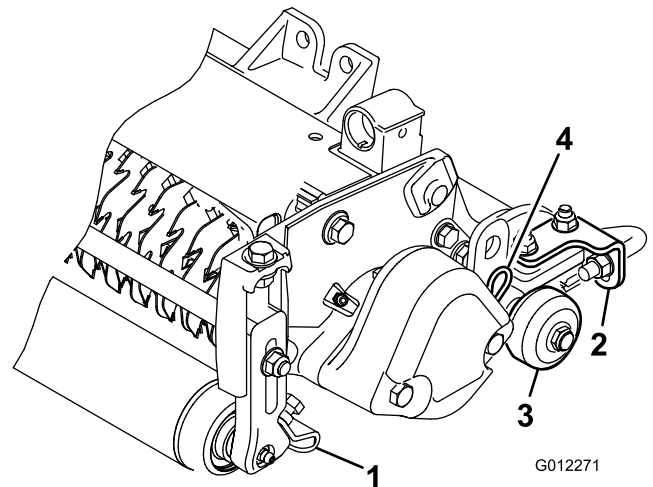

Bild 6
1. Lösen Sie die Bundmutter, mit denen die Rollenabstreifer befestigt sind (Bild 6).
Bevor Sie den Vertikutierer auf den Werkstattboden absenken oder von der Zugmaschine entladen, senken Sie die Transportrollen (**Bild 6**) ab, damit die Messer nicht mit der befestigten Oberfläche in Berührung kommen.
Der Vertikutierer kann an jeder der drei Stellen an der Zugmaschine montiert werden. In Bild 6 wird die Ausrichtung des hydraulischen Antriebsmotors für jede Stelle dargestellt. An allen Stellen, an denen der Motor am rechten Ende des Vertikutierers montiert werden muss, müssen Sie ein Gegengewicht am linken Ende des Vertikutierers installieren. An Stellen, an denen der Motor am linken Ende montiert werden muss, müssen Sie ein Gegengewicht am rechten Ende des Vertikutierers installieren.